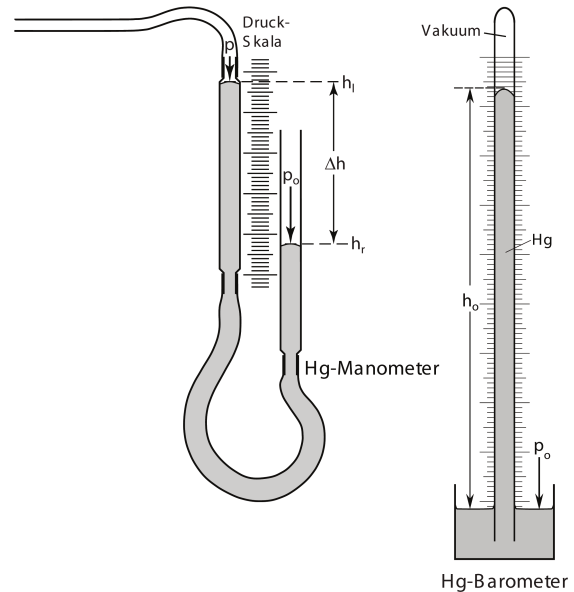
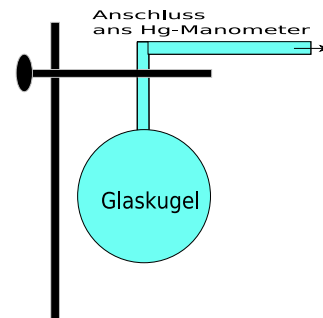

Abb. 12: Hg-Manometer zur Messung von Druckdifferenzen zwischen Glaskugel und Außenraum und Barometer zur Messung des Atmosphärendrucks
Abb. 13: Glashohlkugel
Hauptbestandteil der Apparatur ist ein mit Quecksilber gefülltes **Manometer** (siehe Abb. 12, links). Seine beiden Schenkel sind durch einen Schlauch miteinander verbunden und können an einem Stativ auf- und abwärts verschoben werden. Auf diese Weise lassen sich die Oberflächen der beiden Quecksilbersäulen in verschiedene Stellungen bringen. Beide Schenkel können über je ein Ventil belüftet werden. An einer Skala zwischen den beiden Schenkeln können die Höhen der Menisken³ abgelesen werden. An dem linken Schenkel kann über einen Flansch eine Glashohlkugel (Abb. 13) angeschlossen werden. Das Austreten von Quecksilber ist durch zwei Glasfritten (luftdurchlässige Glasfilter)
Der Atmosphärendruck wird an einem **Barometer** (Abb. 12, rechts) abgelesen. Zum Ablesen der Zimmertemperatur befindet sich im Labor ein Thermometer.
Für die Bestimmung des Druckes in der Glaskugel muss der Atmosphärendruck p_0 bekannt sein. Er lässt sich mit dem in Abb. 12 gezeigten Barometer messen. Über dem inneren Flüssigkeitsspiegel befindet sich ein Vakuum mit dem Druck 0 Pa, d.h. die Höhendifferenz entspricht dem Druck auf dem äußeren Flüssigkeitsspiegel (vgl. Abb. 14d):
- Das Volumen der Glashohlkugel (Abb. 13) wird durch Eintauchen in das mit Wasser gefüllte, große Messglas bestimmt. Dies geht am besten, wenn Sie das Messgefäß auf der Aluminiumplatte, die Sie auf dem Temperierbad platzieren, abstellen.
- Trocknen Sie die Kugel gut und vorsichtig ab und schließen Sie diese (Abb. 13) über die Kapillare an den linken Schenkel an (Abb. 12).